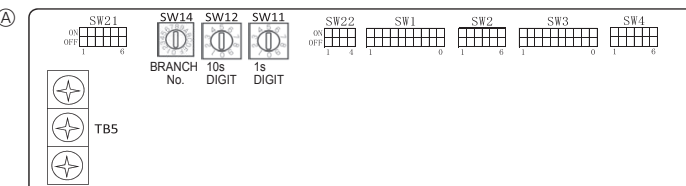

Fig. 5-9
- ③ Télécommande sans fil (lors de l'installation du récepteur de signal sans fil)
5.5. Configuration des adresses (Fig. 5-9)
- ① Comment définir les adresses
5.6. Réglage des interrupteurs pour différentes hauteurs de plafond (Fig. 5-9)
5.7. Détection de la température ambiante à l'aide du capteur intégré de la commande à distance (Fig. 5-9)